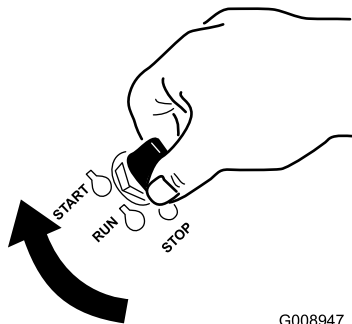

Figure 20
1. Tournez la clé à la position DÉMARRAGE (Figure 20).